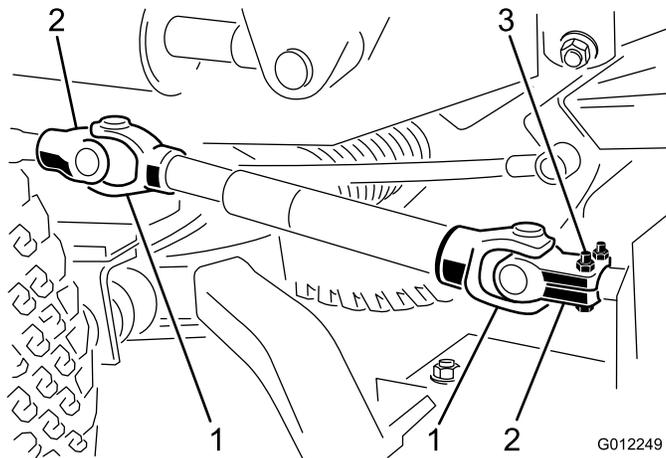

Figura 11
2. Deslice la horquilla sobre el eje y sujete los dos componentes con un pasador cilíndrico y 2 tornillos de caperuza (5/16 x 1-3/4 pulgadas) y contratuercas (5/16 pulgadas) (Figura 11).